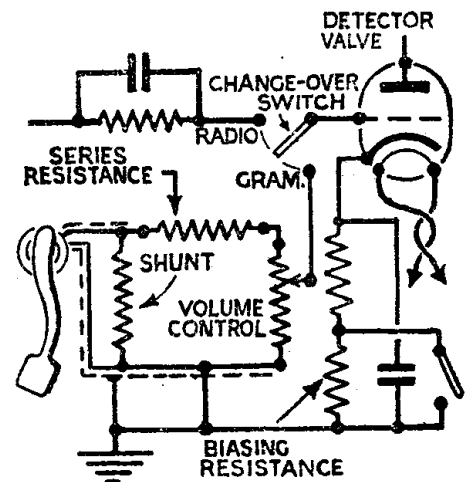

Fig. 5.
**A.C. MAINS-OPERATED RECEIVERS (Fig. 5).**